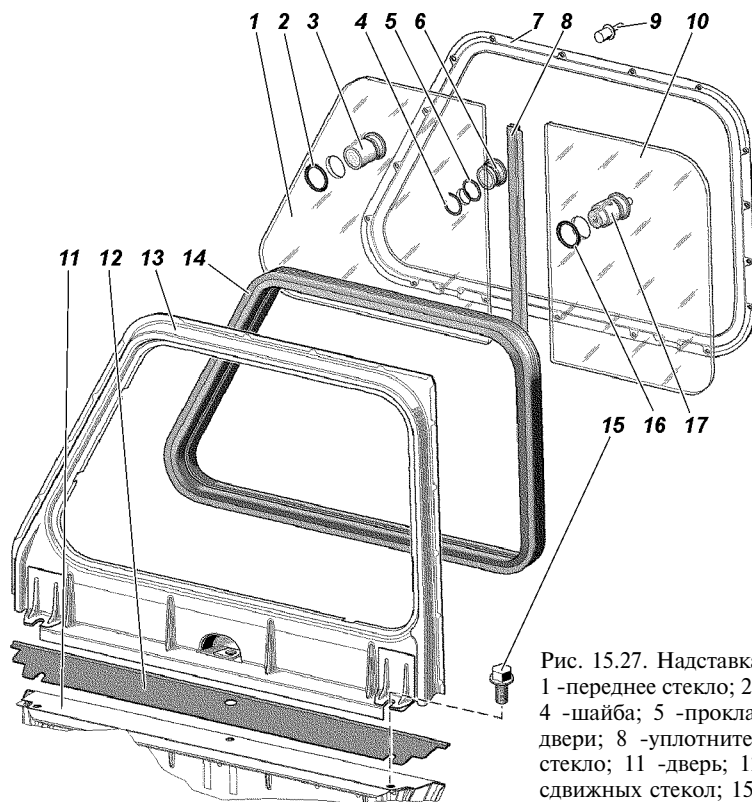

Рис. 15.27. Надставка двери:
1. Отверните три болта 15 (рис. 15.27).